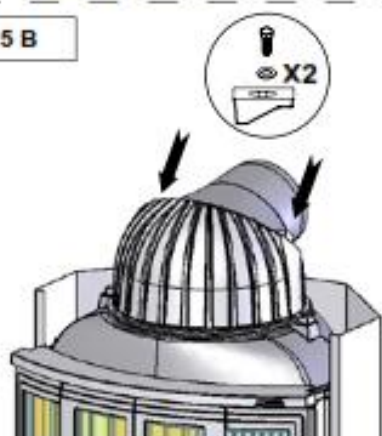

FIG 6
4. Встановити термічний захист навколо димозбірника над топкою (рис.6). Термічний захист складається з двох частин, які закріплюються за допомогою 4 саморізів. Термічний захист встановлюється так, щоб пізніше можна було виконати підключення до димоходу.